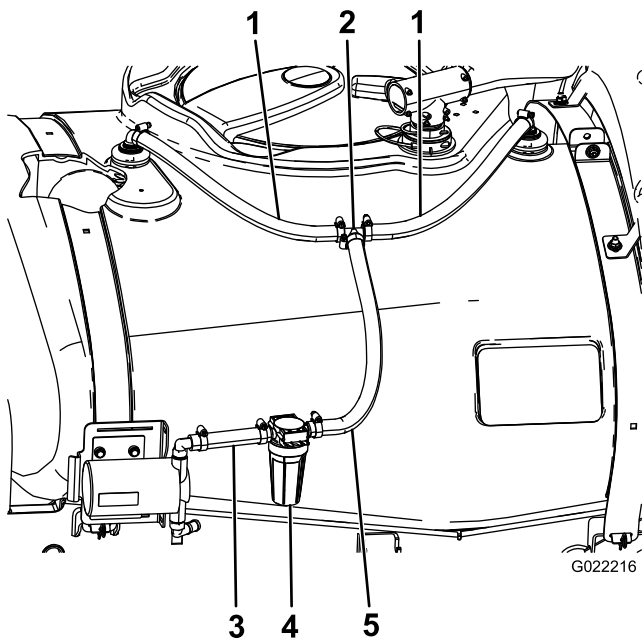

Figura 10
1. Ligar os tubos de 48 cm às uniões roscadas dos bicos de lavagem previamente instaladas utilizando duas abraçadeiras (Figura 10).
2. Ligue as extremidades soltas dos tubos aos conectores em T com duas abraçadeiras de tubos (**Figura 10**).
1. Ligue a extremidade comprida do tubo de lavagem/filtro ao conector em T com uma abraçadeira de tubos (**Figura 10**).
2. Ligue a outra extremidade do tubo de lavagem/filtro à união roscada superior da bomba de lavagem com uma abraçadeira de tubos (**Figura 10**).